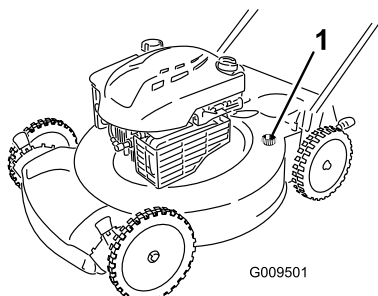

Figura 32
4. Conecte una manguera de jardín que esté conectada a un grifo al orificio de lavado de la máquina (Figura 32).